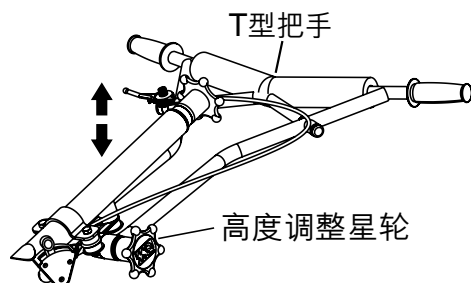

图5. T型把手调整
2. 如需调整T型把手的高度，拧松星轮(图5)并将T型把手置于理想的位置。